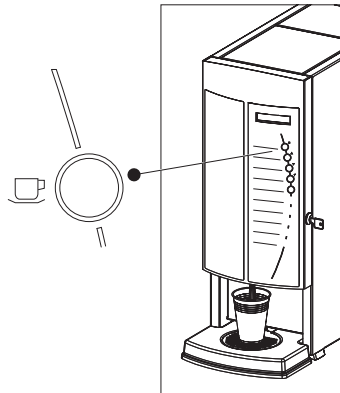

Fig. 29
1. Plaats een lege beker onder de uitloop (fig. 29).